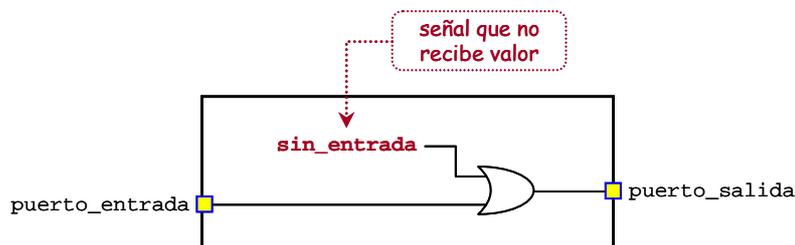

Figura 7.39: Esquema de un circuito con una señal que no ha recibido valor
5. **Señales que se usan sin recibir valor.** Es el caso contrario al anterior, es bastante grave que una señal que estés usando no le hayas asignado valor. Sería como poner un cable al aire y seguramente implique que te hayas olvidado de incluir la sentencia que le da valor. La figura 7.39 representa este caso, donde a la señal *sin\_asignar* no se le ha asignado nada.